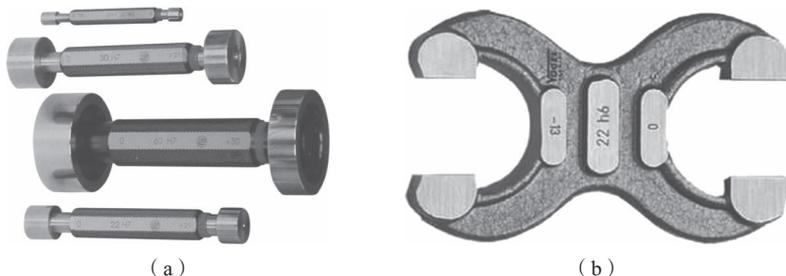

图 1-12 塞规和卡规
(1) 塞规：用来检验工件内径尺寸的量具，如图 1-12 (a) 所示。
(2) 卡规：用来检验轴类工件外圆尺寸的量规，如图 1-12 (b) 所示。